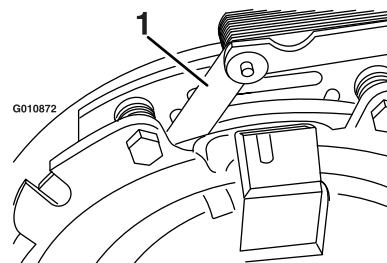
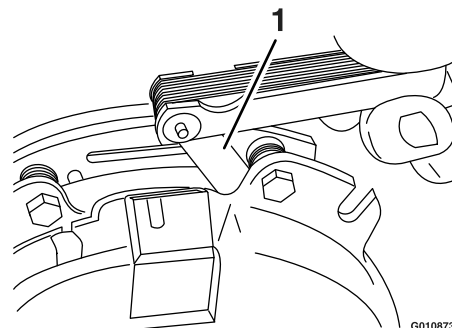

Figura 66
Figura 67
- E. Usando una galga de 0.25 mm (0.01"), compruebe la presencia de un espacio entre el rotor y la cara de la armadura en ambos lados del polo del freno, según se indica en Figura 66 y Figura 67.